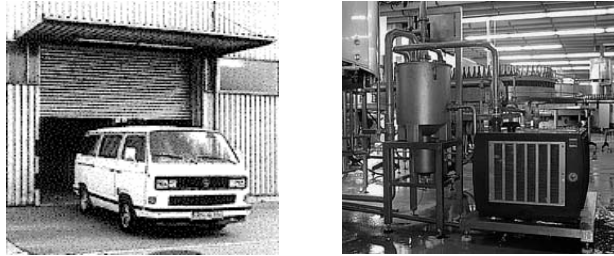

Figura 3: Algunas de las aplicaciones de los controladores lógicos
- Y un largo etcétera, donde la automatización de mecanismos juega un papel muy importante (ver la figura 3).